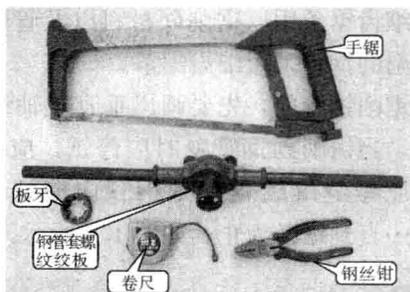

图 1.3 工具
2) 工具选用：钢管套螺纹绞板、板牙、手锯、卷尺以及电工常用工具，如图 1.3 所示。